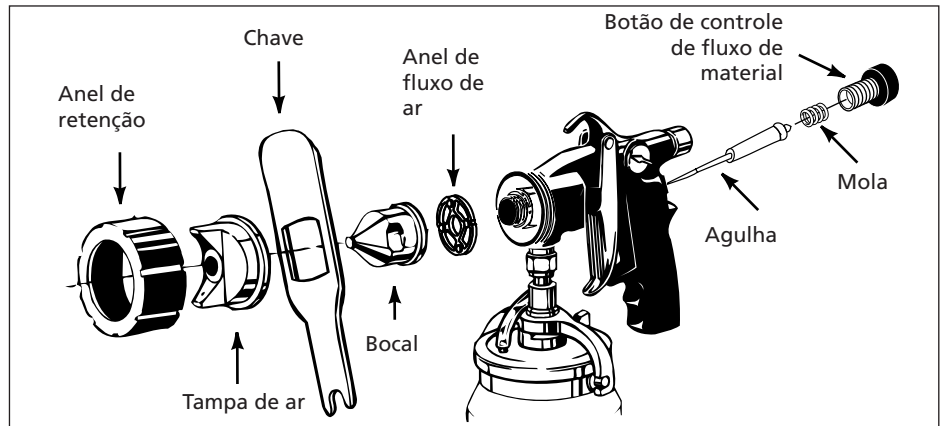

Figura 15 - Preparação para limpeza
2. Usando a chave que é fornecida, desparafuse e remova o anel retentor, bocal e anel de fluxo de ar (veja a Figura 15).